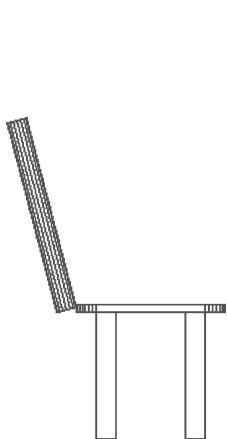

图 8-25 旋转实体
3) 在功能区单击“常用”选项卡→“视图”面板→“三维导航”按钮, 将其设为“前视”, 运用“旋转”命令进行旋转一定角度, 如图 8-25 所示。